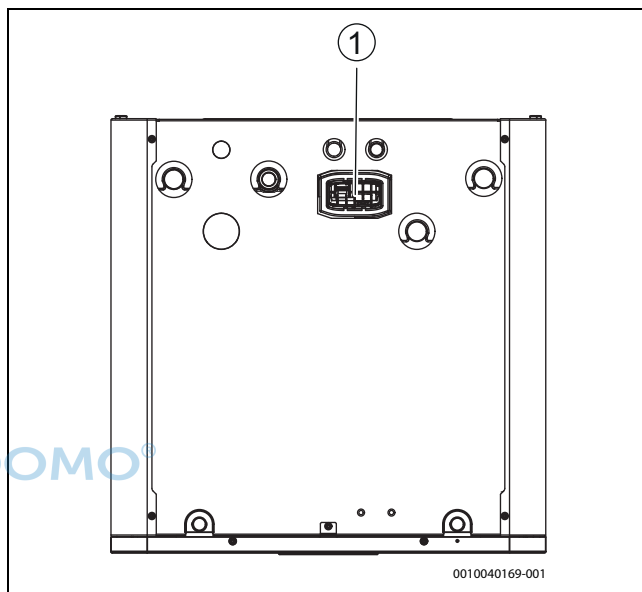

Bild 14 Halter für Funkmodul MX300
- Modul in den Halter einsetzen (→ [1], Abbildung 14). Wenn das Modul richtig eingesetzt wurde, blinkt eine LED.